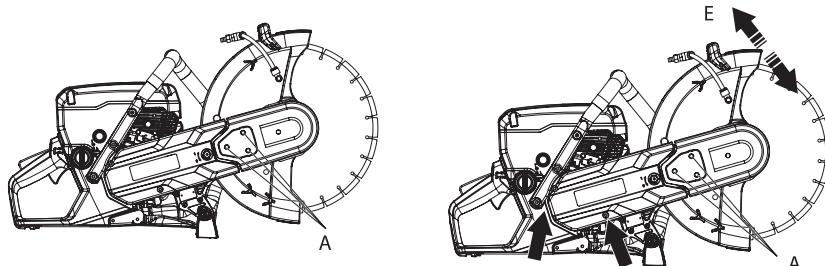

Рис. 19
1. Ослабьте три болта (A) на один оборот против часовой стрелки (рис. 19).
2. Покачайте защитный кожух (E) вверх и вниз 3–5 раз, а затем затяните гайки (A) ключом (рис. 19).